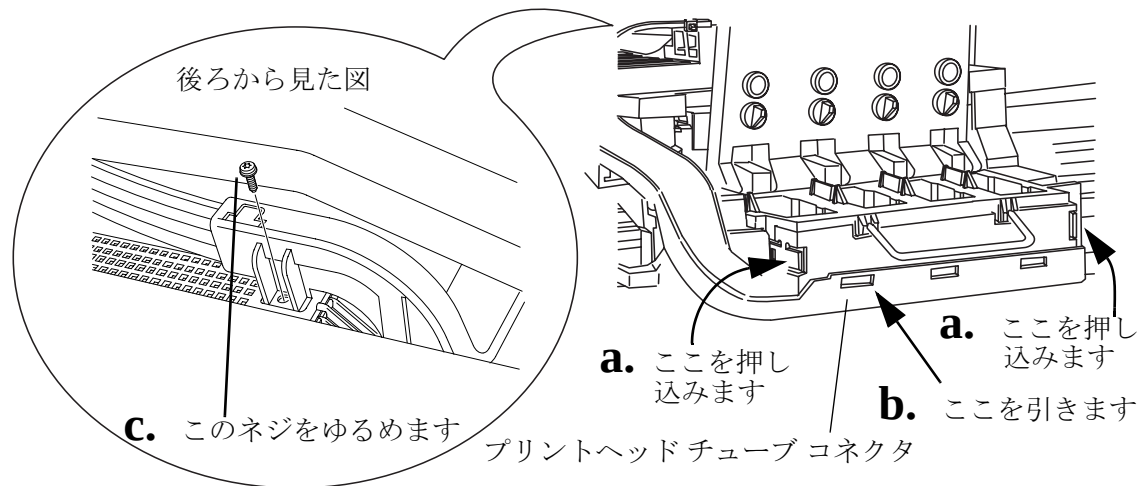

図 42 : キャリッジアッセンブリとベルト
- 4 プリントヘッド チューブ コネクタを取り外します (図42参照)。